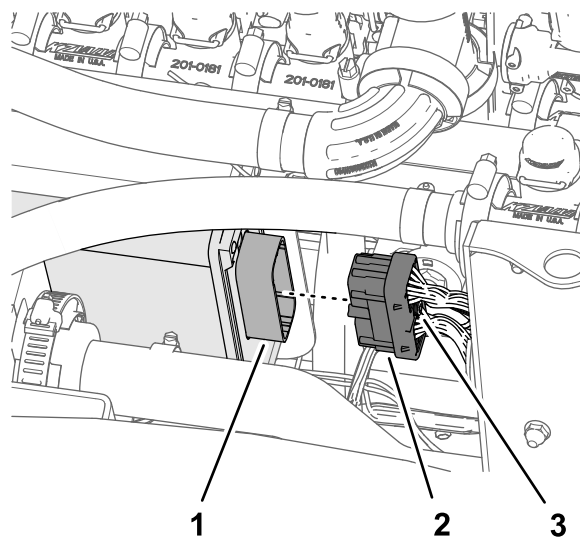

Рисунок 134
2. Вставьте 40-гнездовой разъем ответвления жгута проводов длиной 102 см из комплекта в 40-штыревой разъем контроллера опрыскивателя ASC 10 (Рисунок 134).
3. Заверните винт с рифленной головкой 40-гнездового разъема в разъем ASC 10 от руки (Рисунок 134).